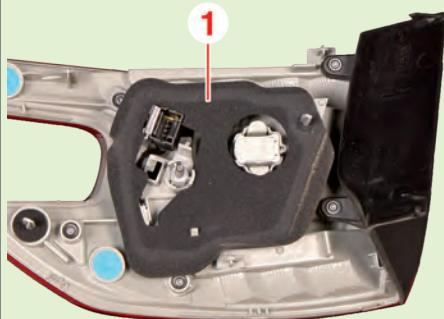

Fig.1
- Déposer la mousse de protection (1) (Fig.1).